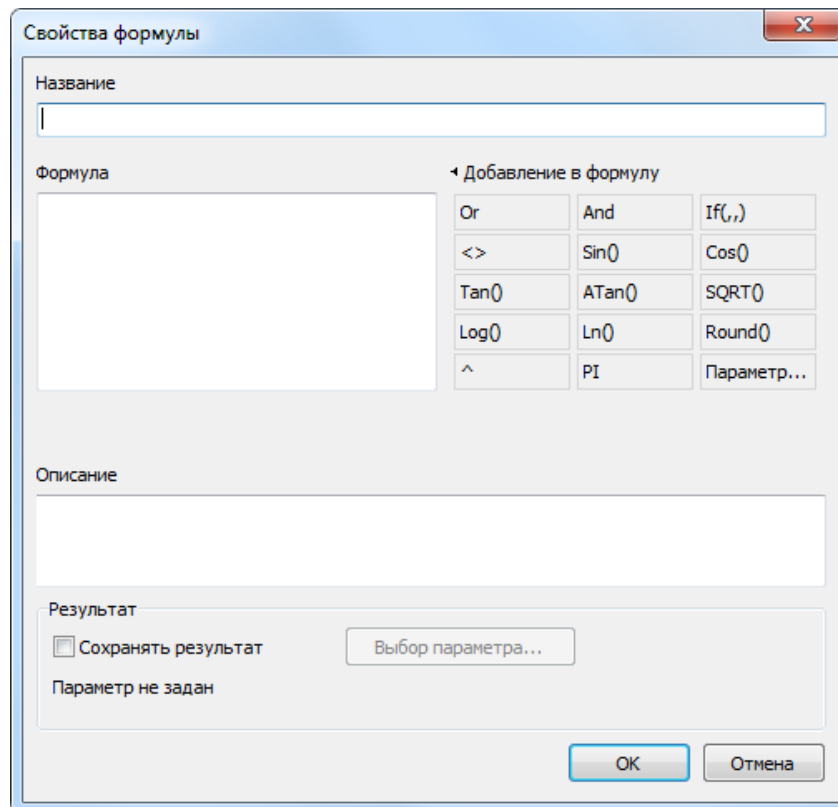

Рисунок 281. Диалог "Свойства формулы"
2. Нажмите кнопку ▲, после чего отредактируйте информацию в появившемся диалоге "**Свойства формулы**" (Рис. 281), работа в котором аналогична работе с диалогом при создании формулы.